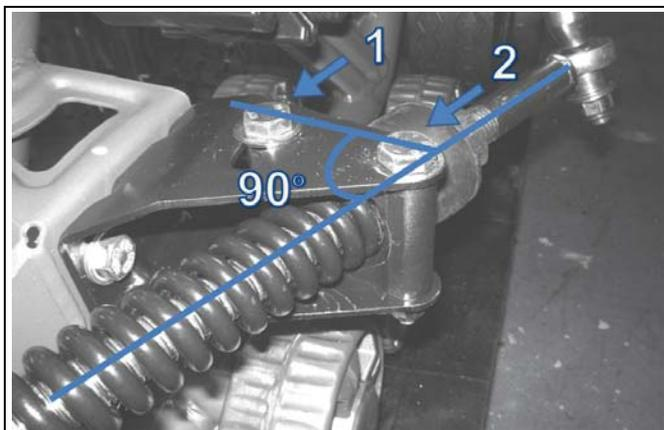

Figure 12
- Positionner le support pivotant de l'ancrage anti-rotation à 90° (perpendiculaire) au bras stabilisateur. Serré ensuite les deux boulons de fixation de l'ancrage anti-pivot (1) et (2) à un couple de 50 N-m. (Voir la Figure 12).